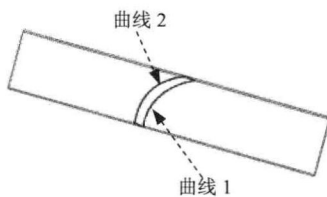

图 1.7 定义边界曲线
Step8. 创建边界曲面——边界混合 1。选择下拉菜单 **插入(I)** → **边界混合(B)** 命令; 按住 Ctrl 键, 依次选取图 1.7 所示的曲线 1、曲线 2 为第一方向的曲线。